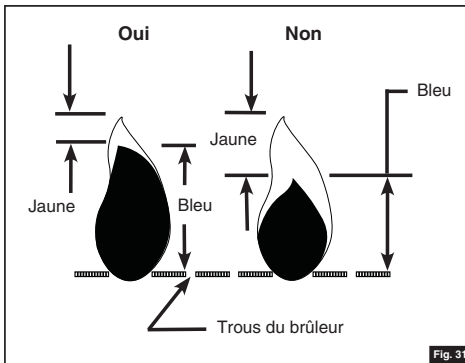

Fig. 31
- Les flammes doivent être identiques à la flamme correcte de la fig. 31 et se présenter comme suit: